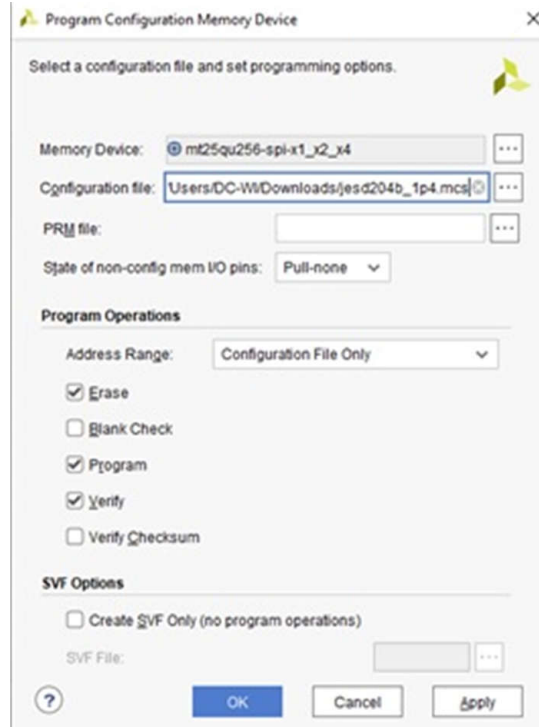

图 3-3. 配置文件
9. 要对 U3 进行编程，请在 J35 引脚 1 至 2 上插入分流器，打开要加载的新“xx.mcs”文件，并检查编程中的以下设置。完成后，点击 OK 按钮。图 3-3 展示了要加载的配置文件。如果文件加载正确，则会打开一条新消息 *Flash programming completed successfully*。点击“OK”按钮。